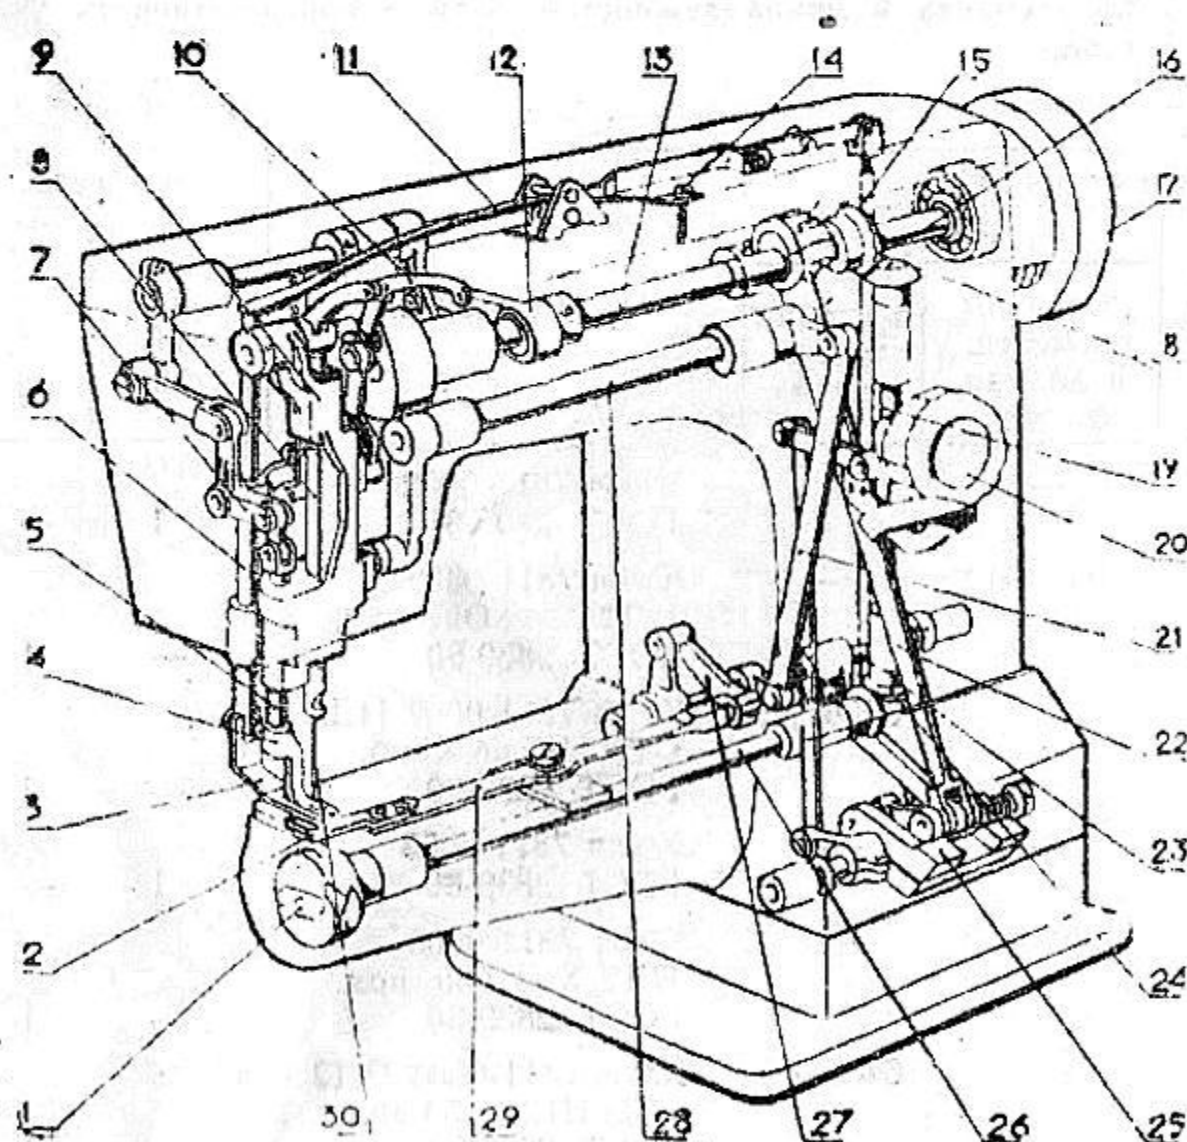

Рис. 1
4. УСТРОЙСТВО И ПРИНЦИП РАБОТЫ МАШИНЫ (рис. 1)
4.2. Основные сборочные единицы и детали, входящие в кинематическую схему машины (рис. 1):
6.8. Регулирование давления нажимной лапки на материал (рис. 1)